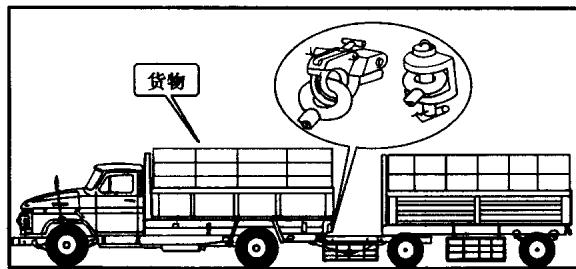

图 1-5
- 载货车辆检查车厢和货物装载情况是否符合规定,拖挂连接装置是否牢固、可靠(图 1-5)。